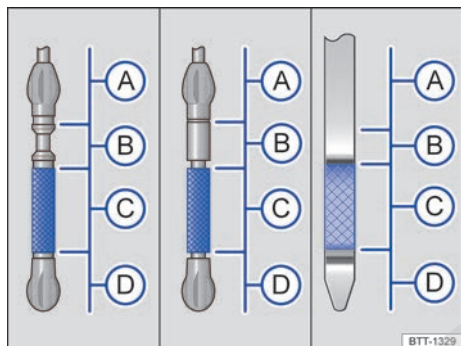

Fig. 243 Marcas del nivel de aceite del motor en la varilla de medición del nivel de aceite (variantes).
Si se somete el motor a grandes esfuerzos (p. ej., efectuando largos recorridos por autopista en verano o atravesando puertos de alta montaña), el nivel de aceite debería encontrarse en la zona superior permitida de → **fig. 243 C**.
Legenda de la fig. 243:
7. Extraiga nuevamente la varilla de medición y compruebe en ella el nivel de aceite → fig. 243 tal y como sigue:
-  El nivel de aceite del motor es correcto. Se puede añadir aceite hasta el **límite superior de esta zona** si, p. ej., se somete el motor a grandes esfuerzos → fig. 243. Continúe en el paso 8 o 16.
12. Vuelva a comprobar el nivel de aceite en la varilla de medición antes de volver a añadir otra pequeña cantidad de aceite. No cargue nunca aceite del motor en exceso → ①.
13. Al final del proceso, el nivel de aceite debería encontrarse por el centro de la zona → fig. 243 ③. El nivel de aceite no debería encontrarse en la zona → fig. 243 ②, por encima de → fig. 243 ③, y no deberá encontrarse nunca y por ningún motivo en la zona → fig. 243 ① → ①.
14. Si por descuido ha añadido demasiado aceite y el nivel se encuentra en la zona → fig. 243 ①, **no ponga el motor en marcha**. Avise a un taller especializado y, dado el caso, solicite la ayuda de personal especializado.
- Si por descuido ha añadido demasiado aceite del motor y el nivel se encuentra en la zona → fig. 243 ①, no ponga el motor en marcha. Avise a un taller especializado y, dado el caso, solicite la ayuda de personal especializado. ¡De lo contrario podrían dañarse el catalizador y el motor!
No permita nunca que el nivel de aceite del motor se encuentre por encima de la zona → fig. 243 ②. De no ser así, podría aspirarse aceite por el respiradero del cárter del cigüeñal y llegar a la atmósfera a través del sistema de escape.